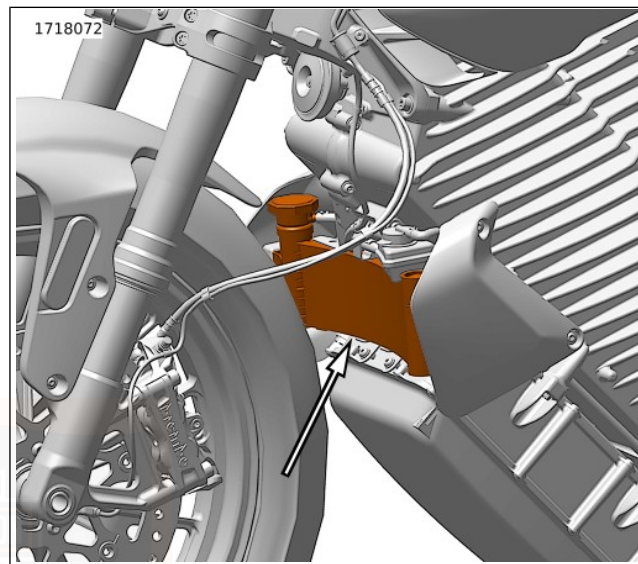

Abbildung 62. Kühler
1. Siehe Abbildung 62. Ablagerungen von den Kühlerlamellen entfernen.